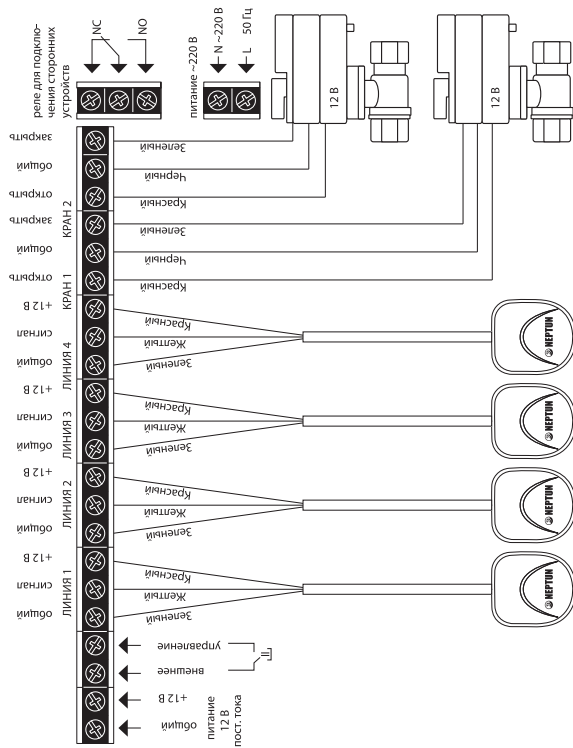
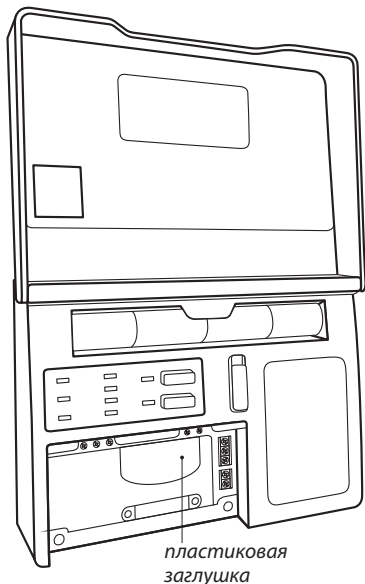

Рис. 3. Схема подключения кранов шаровых с электроприводом серии Neptune Bugatti Pro 12 В к модулю управления Neptune ProW+
Рис. 6. Вид Модуля управления Neptune ProW+ изнутри с открытой крышкой коммутационного отсека
Модуль управления Neptun ProW+ имеет (см. рис. 3, 4, 5):
Подключение Прибора к сети электропитания переменного тока производите в строгом соответствии со схемой подключения (рис. 3, 4, 5), которая изображена на внутренней стороне крышки прибора.
3. Откройте крышку коммутационного отсека (рис. 6).
4. Выполните подключение датчиков типа SW, проводов электропитания и кранов с электроприводами в соответствии со схемами, изображенными на рис. 3, 4, 5. (в зависимости от типа подключаемых кранов с электроприводом). При необходимости, для ввода проводов в коммутационный отсек удалите пластиковую заглушку, расположенную в нижней части корпуса прибора при помощи отвёртки (рис. 6).